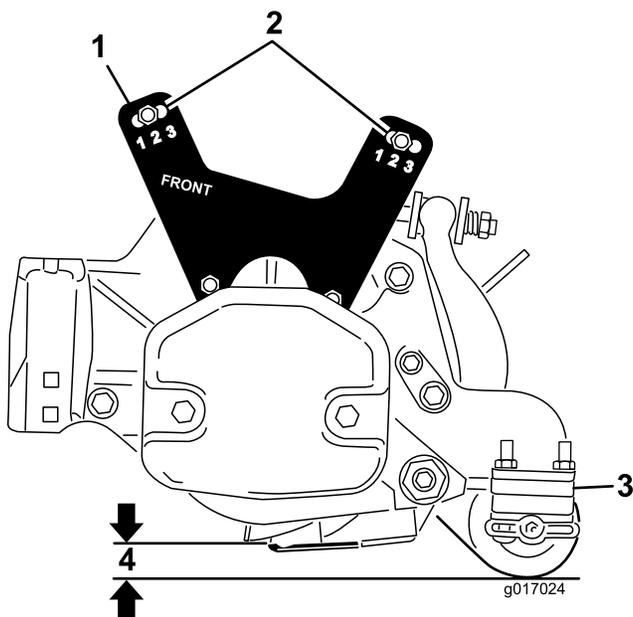

Bild 20
- Senken Sie die Schneideinheit auf den Boden ab und messen den Abstand zwischen dem Boden und der Oberkante des Unteressers, wie in Bild 20 abgebildet.